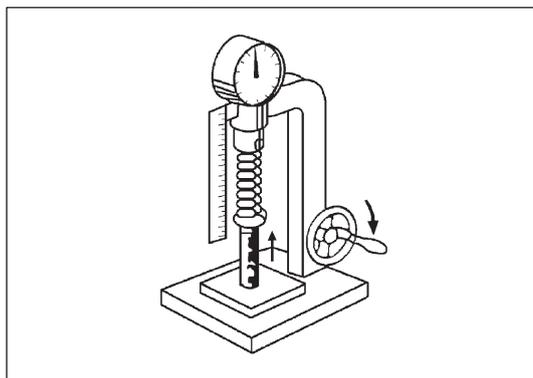

Рис. 12-3-24. Измерение давления пружины клапана в установленном состоянии
- в) При помощи приспособления для проверки пружин измерить давление пружины клапана при заданной длине в установленном состоянии, как изображено на рис. 12-3-24.